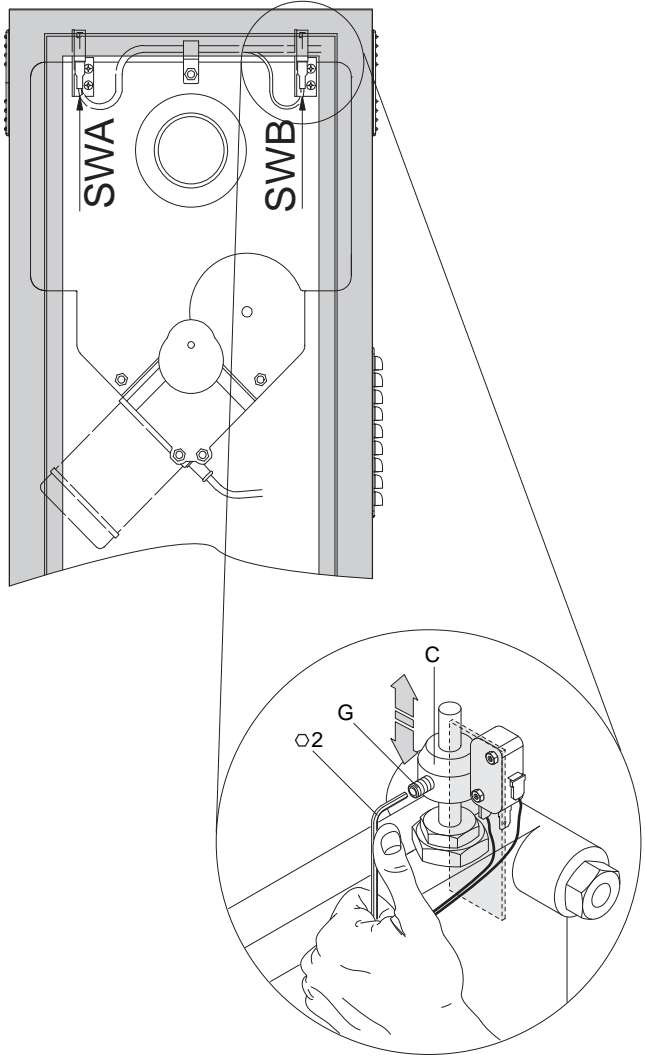

Fig. 14
10) СРОЧНАЯ РАЗБЛОКИРОВКА (РИС.14)